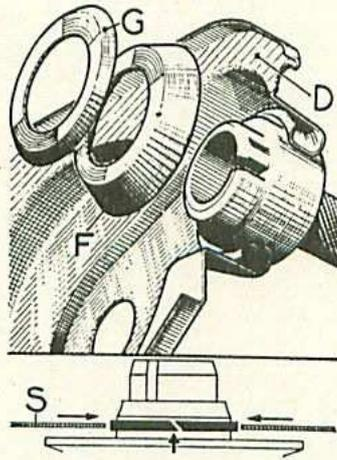

Fig. 5. — Détail de montage du couvre-engrenage
- Enduire le joint (E) d'huile de lin cuite et le poser sur le carter moteur.
- Placer le couvre-engrenage (D) équipé du boîtier de mano-contact sur le tampon Wilmonda DAV (spécial pour centrage du couvercle), puis les déflecteurs (F) et (G), leurs ouvertures orientées suivant croquis (fig. 5).
- Faire glisser le couvre-engrenage sur les goujons, les deux pieds de centrage (H) prennent leur place dans le
- Orienter le segment (J) sur la poulie, de telle façon que sa coupe soit vers le haut.
- A l'aide de deux tôles minces (S) appuyer, de chaque côté, sur le segment et exercer une poussée sur la poulie (fig. 5).
- Equiper la poulie de sa bande de frottement (M), de ses ressorts (B) et de ses plots de friction (A) (quatre ou huit selon les cas) (pour faciliter le montage des plots, on peut mettre un peu de graisse à l'extrémité des ressorts ce qui maintient les plots pendant le montage du ventilateur).